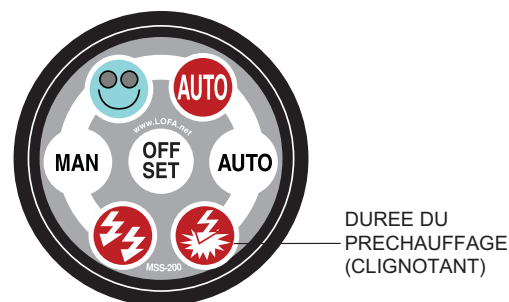

Figure 34. Durée du préchauffage (clignotant)
- Lorsque vous relâchez le bouton **OFF / SET** vous obtiendrez le **paramètre 0, la durée de préchauffage** est indiquée par le clignotement du LED 1 (Figure 34).
6. Remarquez que **LED 1** commence à clignoter (Figure 34), indiquant le **paramètre de durée de préchauffage**. A ce point si vous souhaitez entrer un code d'accès défini pour l'utilisateur, appuyez sur le bouton **OFF / SET 32 fois** et effectuez la procédure indiquée dans la section « Modification du code d'accès de l'usine » dans ce manuel.